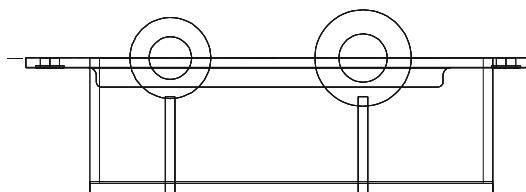

图 12-2-21
STEP 02 在俯视图中把两端的四个同心圆往下移动 10 距离，然后把大圈向上拉伸 2 距离，小圈向上拉伸 10 距离，转到主视图中效果如图 12-2-21 所示。